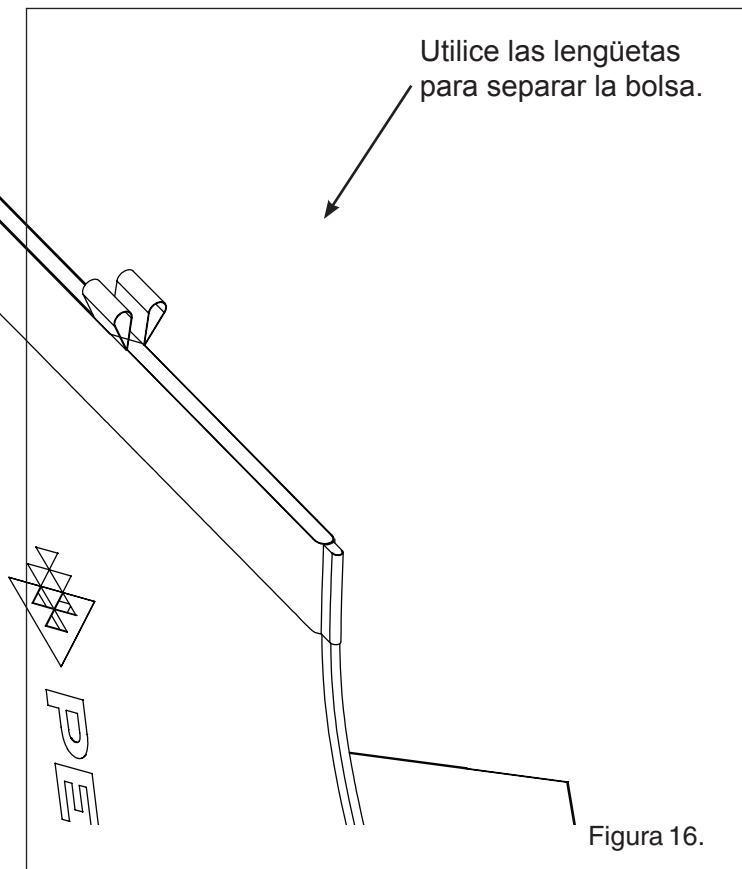

Figura 16.
3. Abra el cierre de la bolsa al tirar las lengüetas de la tela en la parte de arriba (**Véase figura 16**). Sosteniendo el fondo de la bolsa, dé vuelta para vaciar los desperdicios por la parte de arriba. Si fuera necesario, enjuague la bolsa con la manguera.